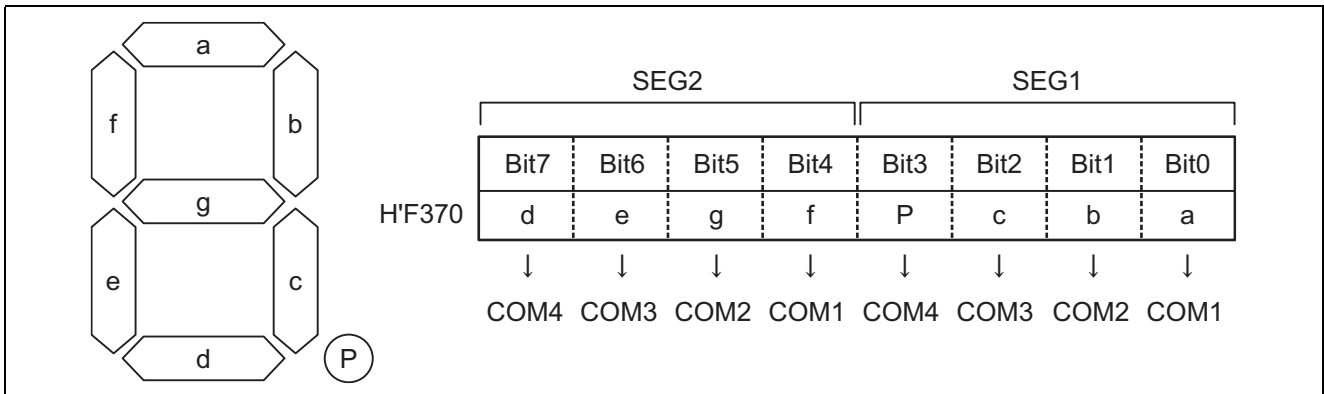

図 6 LCD の表示 / 非表示と対応する LCDRAM 設定値の関係
(5) LCD パネルの SEG1, SEG2 に対応する LCDRAM の関係を図 6 に示します。図 6 に示すように a~g, P に対応する LCDRAM のビットに"1"をセットすると LCD は表示, "0"にクリアすると LCD は非表示します。